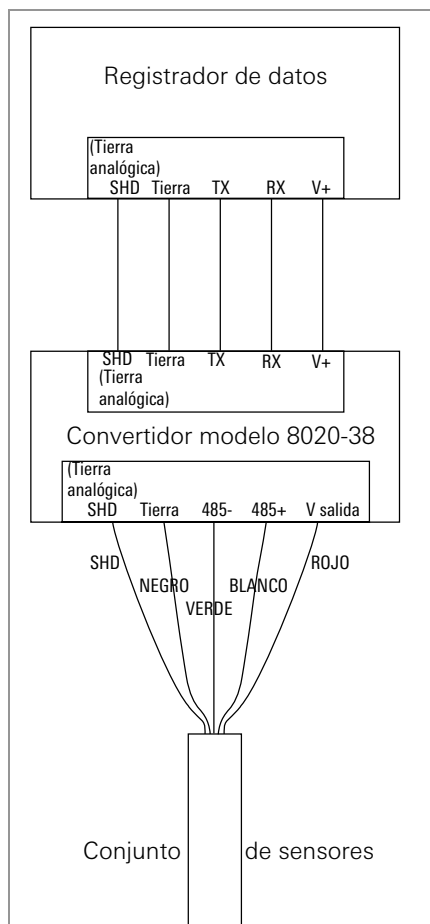

FIGURA 5: Cableado de registrador de datos sin conversión RS-485 incorporada
- Si su registrador de datos no cuenta con conversión RS-485 incorporada, conecte el cableado usando el diagrama en Figura 5.